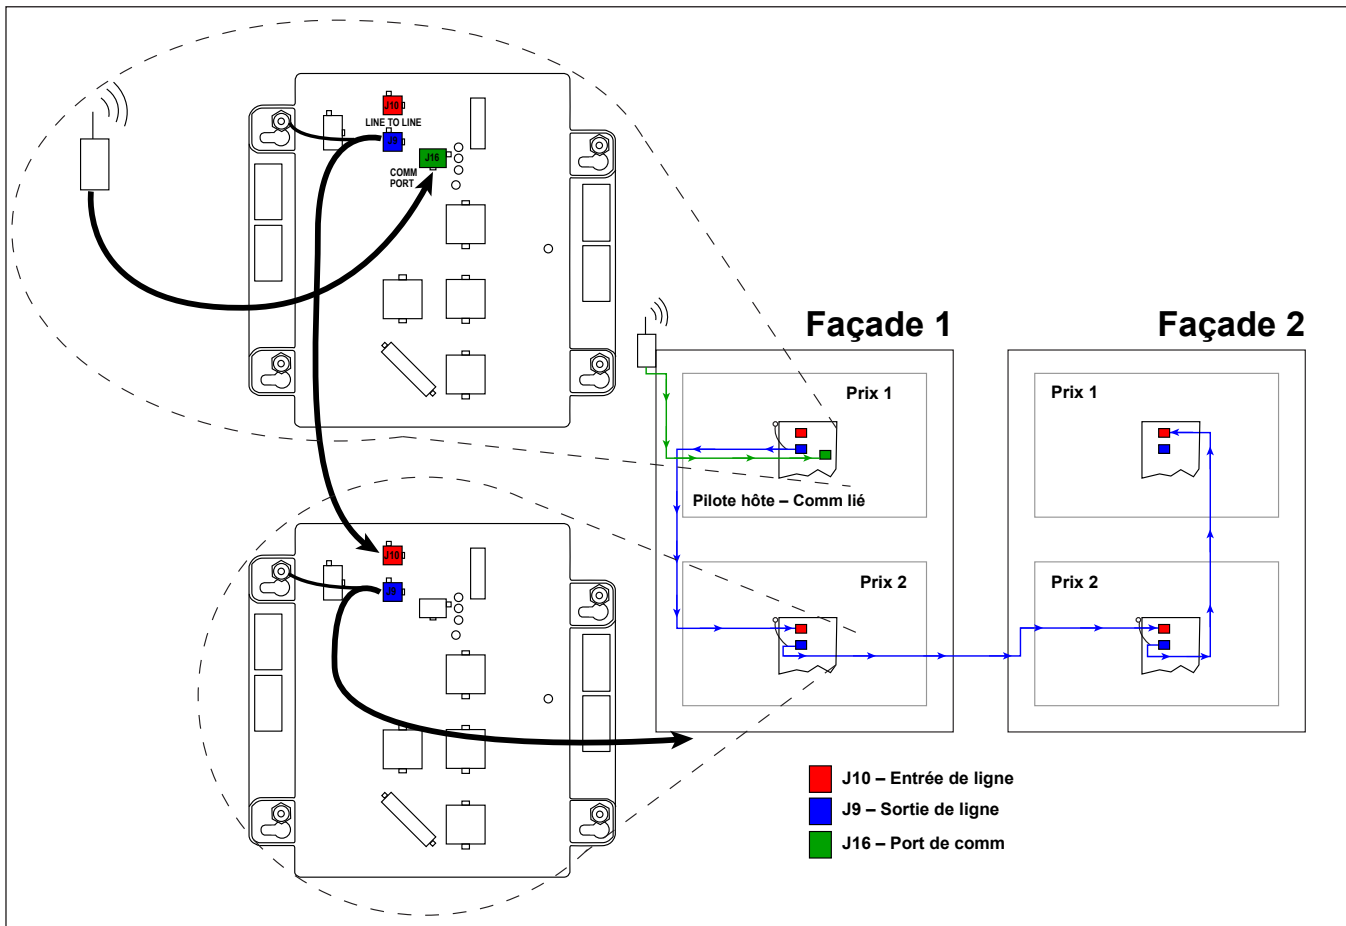

Figure 12: Installation du câble ligne-à-ligne
4. Acheminez le câble ligne-à-ligne fourni depuis le connecteur de pilote hôte J9 vers le pilote client de l'afficheur suivant, en le raccordant au connecteur J10, comme indiqué en **Figure 12**.